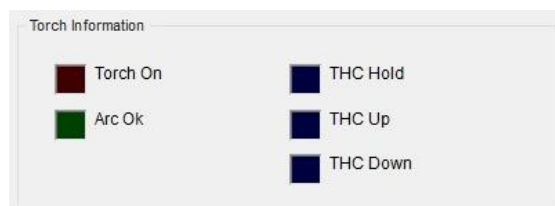

Fig. 61 Snijtoortsinformatievak
1. In het snijtoortsinformatievak (Fig. 61) vindt u de volgende informatie: